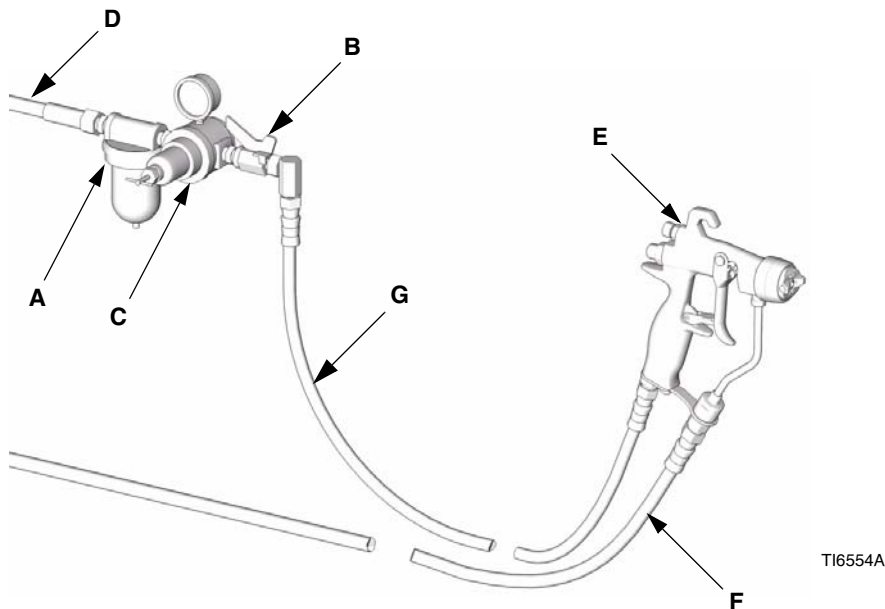

Рис. 1. Типовая установка (представлена модель G15)
Типовая установка, показанная в Рис. 1, носит рекомендательный характер при выборе и установке пневмораспылительных систем. Свяжитесь с дистрибутором Graco для получения содействия при разработке системы, отвечающей вашим needs.
1. Установите воздушный фильтр (A) в воздухопровод пистолета, чтобы обеспечить подачу сухого чистого воздуха. Грязь и влага могут оказать негативное воздействие на внешний вид обрабатываемой поверхности. Смотрите Рис. 1.
2. Установите регулятор давления воздуха (C) в воздухопровод пистолета для регулирования давления поступающего воздуха.
3. Установите клапан отключения подачи воздуха (B) в воздухопровод пистолета и насоса для приостановки подачи воздуха в пистолет.